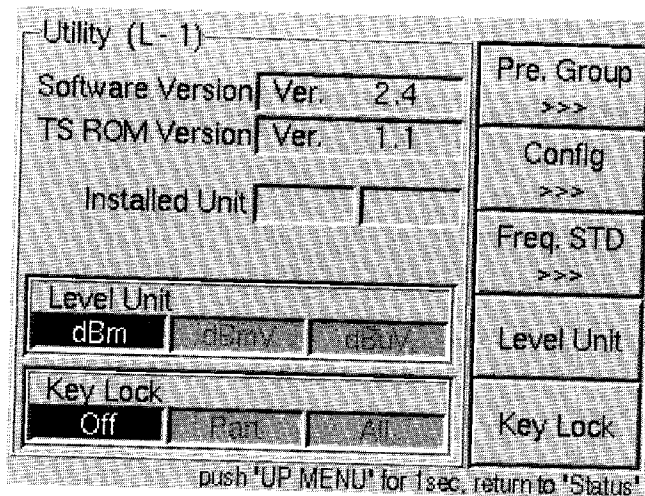
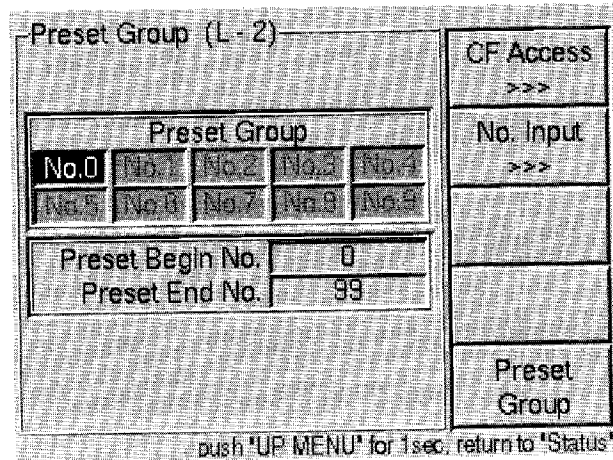

図10-5 ユーティリティ
図10-6 グループ設定画面
- ① 前面のメモリーカード差込口にCFカードを挿入してください。
- ② UTILITY→Pre. Group(F1) (図10-5) →CF Access(F1) (図10-6) と操作します。CFアクセス画面に入ります。